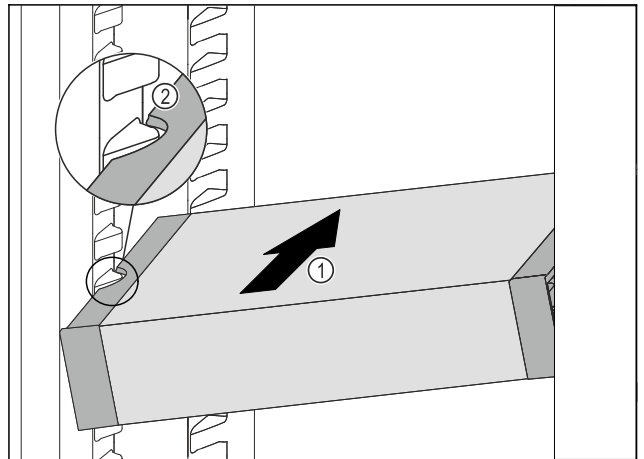

Fig. 99
- ▶ Вкарайте VarioSafe под ъгъл в хладилната част Fig. 99 (1), докато страничните прорези Fig. 99 (2) на VarioSafe се намират на височината на реброто на съда в хладилната част.